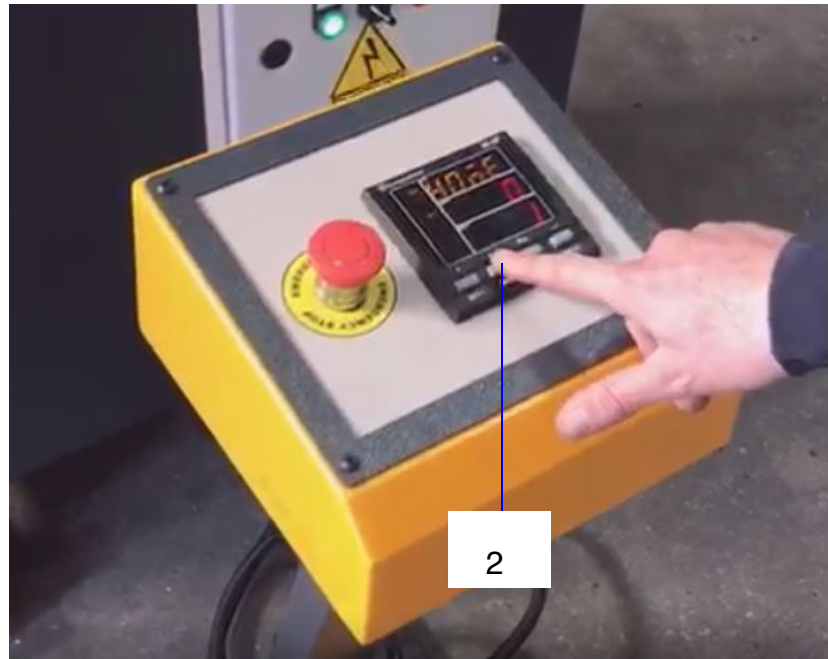

Abb. 16: Betätigung der Taste 2
Schritt 3: Tippen Sie die Taste 2 (Abb.16) bis auf dem Display die Zahl 20 erscheint.